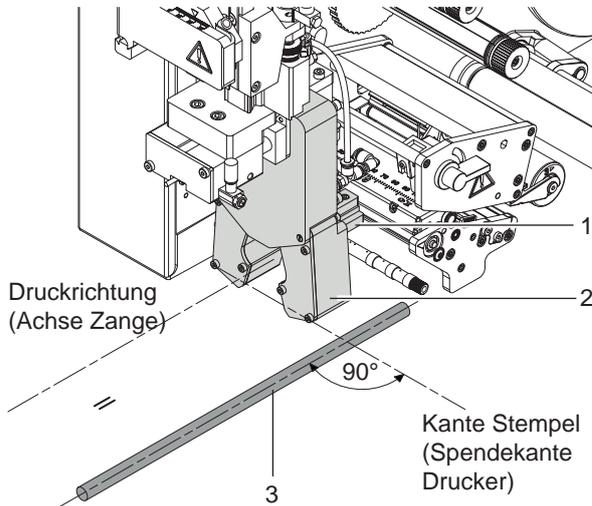

Bild 21 Ausrichtung des Werkstückes zum Stempel
1. Zylinderschrauben (1) lösen.
2. Zylinderbaugruppe (4) inklusive Stempel und Querträger auf der Schiene so verschieben, dass der Abstand der Stempelkante (9) zur Spendekante (10) wie in Bild 21 eingestellt ist. Orientierung: Skala (6) und Kante (5)
3. Zylinderschrauben (1) anziehen.